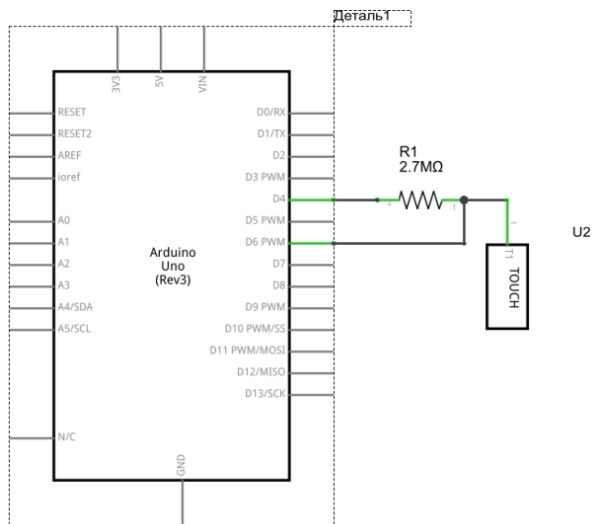

Рис. 1.4. Підключення ємнісної сенсорної кнопки до Arduino Uno
4. Ознайомитися зі схемою підключення ємнісної сенсорної кнопки (рис. 1.4). Зібрати її на макетній платі. Підключити сенсорну кнопку до 4 (send pin) і 6 (receive pin) дискретних виводів Arduino. Використати резистор 2,5 МОм.